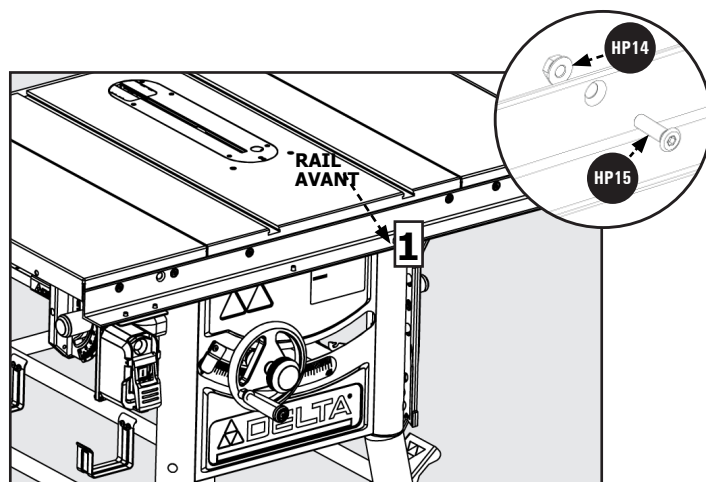

Figure 5
1. À l'aide de la clé Allen en T de 3/16 pouces fournie, fixez les éléments suivants le rail avant (PC18) [1] à l'avant de la table à l'aide de deux 5/16 18 x 1 1/8 pouce vis à tête plate (HP15) et deux 5/16 18 écrous à bride hex (HP14). Voir la Figure 5.